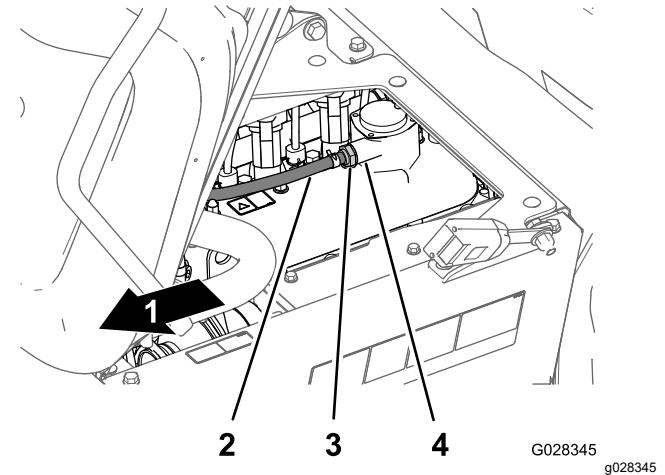

Figura 69
Nota: Se o limitador interno da válvula fizer barulho, a válvula PCV está operacional; se o limitador interno não fizer barulho quando agitado, substitua a válvula PCV (Figura 69).
- 4. Insira a válvula PCV até esta estar completamente assente no vedante para o encaixe da cobertura da válvula (Figura 69).
- 2. Retire a válvula PCV do encaixe da cobertura da válvula (Figura 69).